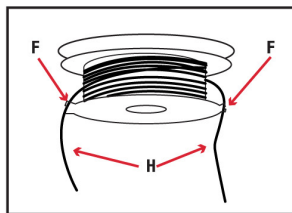

Fig. 8D
6. Bloquear cada extremo del hilo (H) en una ranura (F) a ambos lados de la bobina (Fig. 8D).